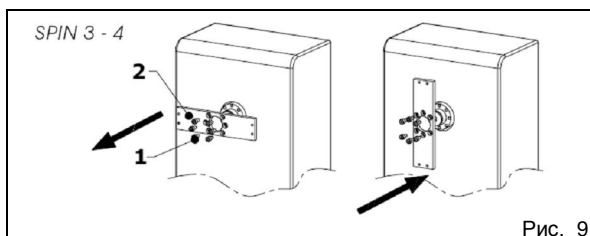

Рис. 9
- Выкрутить винты из планки крепления стрелы (рис. 9 и 10).
- Повернуть планку крепления стрелы на 90° (поз. 2 на рис. 9 и 10).